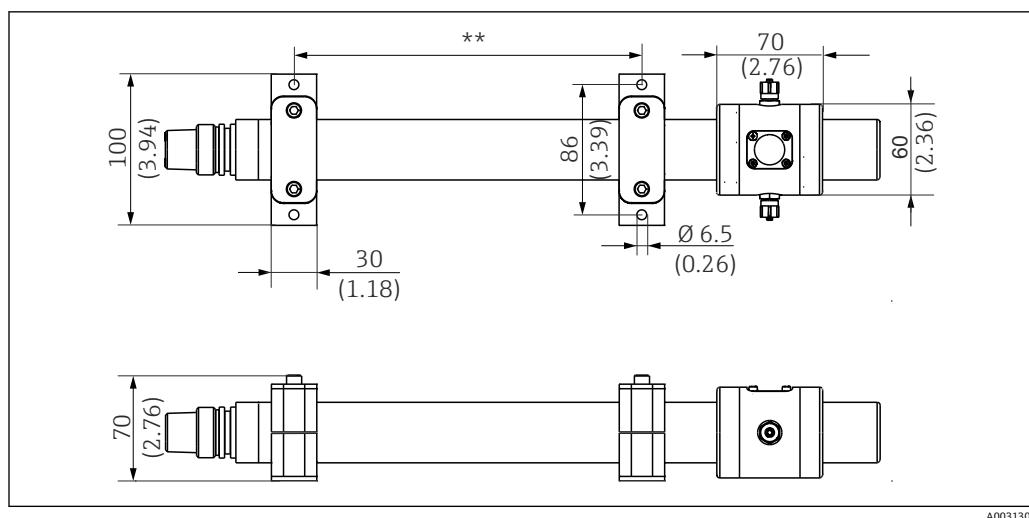

图 14 外形尺寸; 单位: mm (in)
1. 钻孔, 用于后续在墙壁上或面板上固定安装固定座。注意安装尺寸, 参见 → 图 14, 图 16。